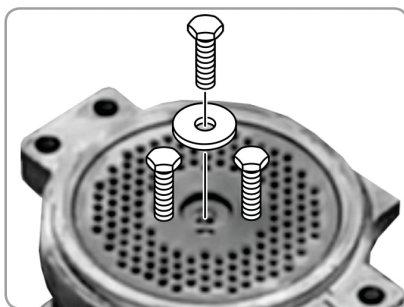

Рисунок 4. Зняття матриці.
- Відкрутити центральний болт кріплення матриці до валу редуктора (рисунок 4).